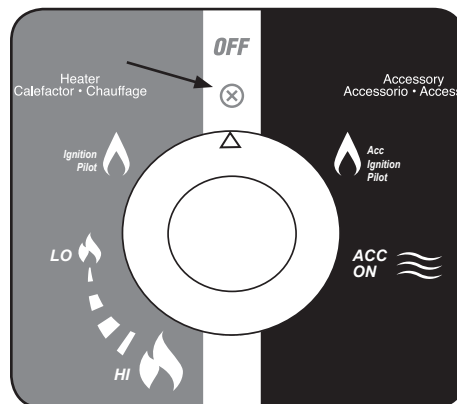

Figura 1
- Asegúrese de que la perilla de control del calefactor esté en la posición "OFF". Vea la Figura 1.
1. Asegúrese de que la perilla de control esté en la posición "OFF". Vea la figura 1 en la página anterior.
1. Asegúrese de que la perilla de control del calefactor esté en la posición "OFF". Vea la figura 1 en la página anterior.